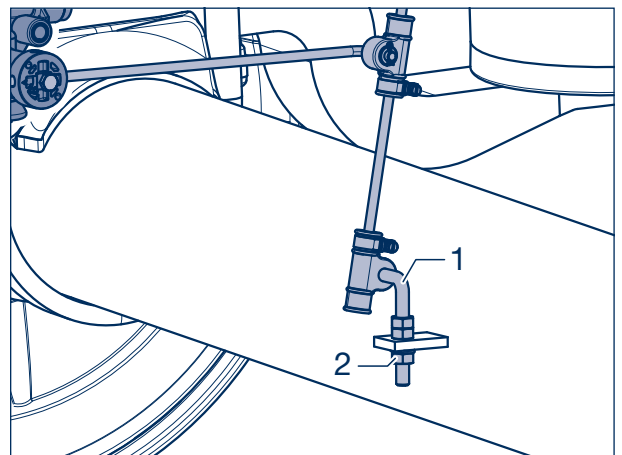

Bild 32
- [43] Anlenkung (Bild 32/1) des Luftfederventils in die Lasche einsetzen und mit Mutter (Bild 32/2) und Federring befestigen.